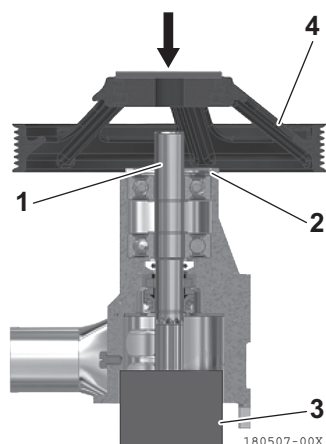

Figura 19
6. Insira o novo kit do eixo (**Figura 19, (1)**) na bomba de água do mar e instale o circlipe (**Figura 19, (2)**).
8. Coloque a bomba de água do mar no suporte (**Figura 19, (3)**) que se adapte à extremidade do eixo.
9. Pressione a polia (**Figura 19, (4)**) a partir de cima para a montar.